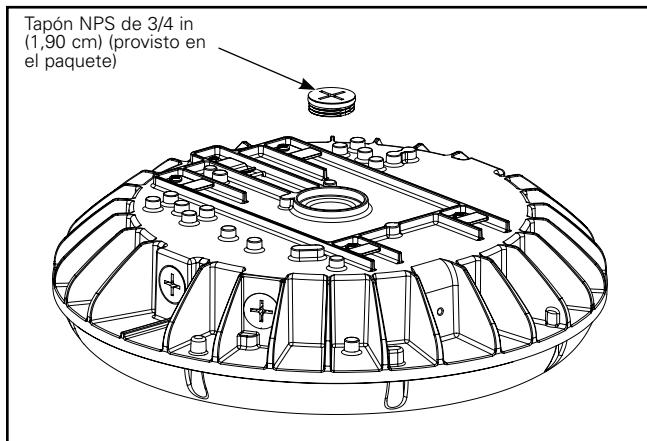

Figura 7.
3. Coloque los cables colgantes de alimentación dentro de la carcasa y retire el tapón de goma. Tape el conducto de entrada en la parte superior de la carcasa usando el tapón NPS provisto de 3/4 in (1,90 cm) (Figura 7). Ajuste la tapa a 10-13 pulg.-lb (1,12-1,46 Nm).